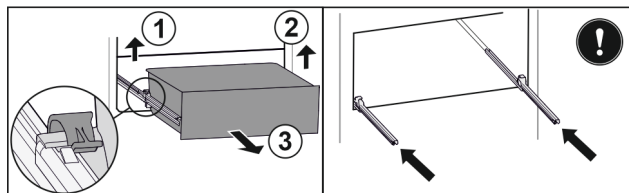

Fig. 29*
- ▶ Linke Klemme anheben und gleichzeitig das Schubfach links nach vorne ziehen Fig. 29 (1).*
- ▶ Rechte Klemme anheben und gleichzeitig das Schubfach rechts nach vorne ziehen Fig. 29 (2).*
- ▶ Schubfach nach vorne entnehmen Fig. 29 (3).*